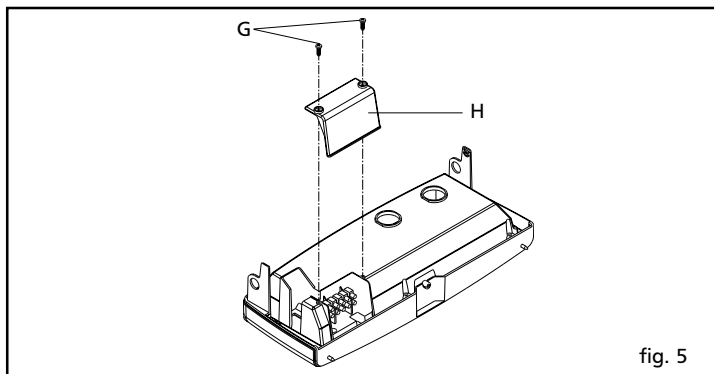

fig. 5
- svitare le viti (G) che fissano il coperchietto (H) alla scatola dell'alimentatore, quindi rimuoverlo (fig. 5)
- rimontare il coperchio copertura alimentatore (H) (fig. 5)